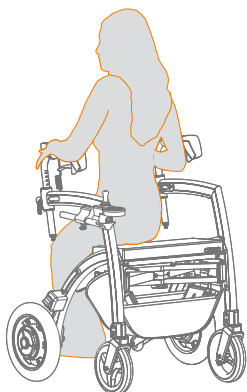

Figure 62: S'asseoir sur le siège du rollator.
- Asseyez-vous sur le siège du rollator depuis l'arrière (**Figure 62**). Assurez-vous toujours que le Rollz Motion Electric est en position de stationnement.